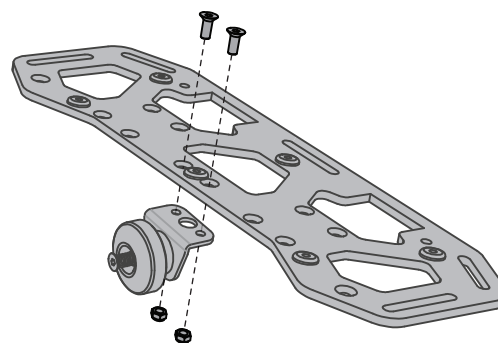

Figura 9. Installazione del pulsante di sgancio rapido
3. Installare un pulsante di sgancio rapido su ciascuna piastra di carico utilizzando due viti di fissaggio da 16 mm e due dadi Nyloc, così come indicato alla **Figura 9**. Serrare le viti di fissaggio a **6,0 N-m (4,4 ft-lbf)**